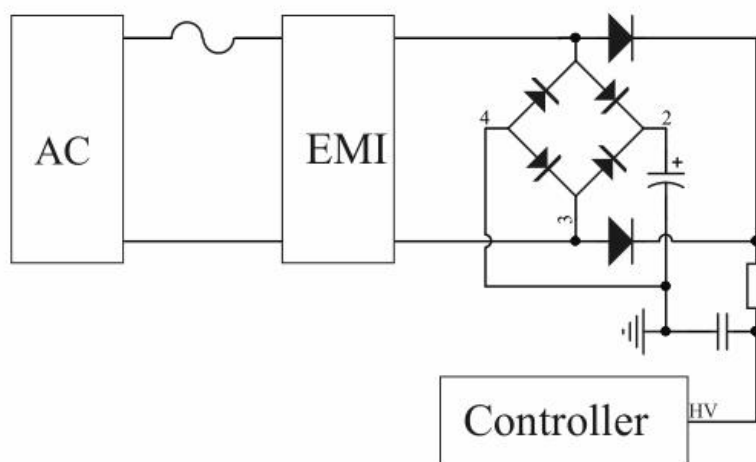

图 1：高压启动电路
DK075G 包含多功能高压 (HV) 引脚。为达到快速启动，内部集成了高压启动电路，可以快速启动电源同时能够有效降低待机功耗，如图 1 所示，能够快速准确监测输入电压，在输入掉电后，